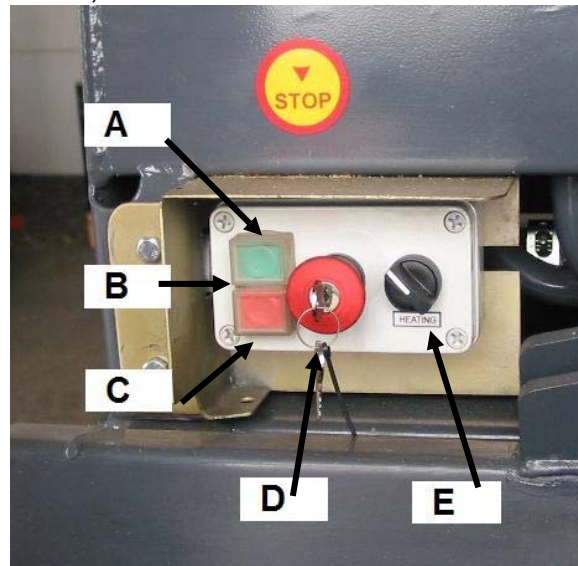

Abb. 8
3.8 Stern-Dreieck-Anlasser des Elektromotors, Abb. 8
3.9 Not-Aus bei einer Maschine mit Elektromotorantrieb, Abbildung 8
Für den Hydrauliköltank ist eine 300-W-Elektroheizmatte mit Klebebandbefestigung und Thermostat erhältlich. Der Anlasser ist serienmäßig mit einem Schalter für die Heizmatte ausgestattet, Abb. 8 E. Für einen reibungslosen Anlauf muss das Öl 1 bis 2 Stunden vorgeheizt werden.